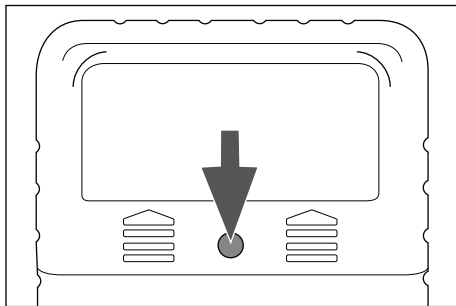

Fig. 1
- 1) Suelte el tornillo superior de la parte trasera del aparato con un destornillador (consulte la fig. 1). Desplace la tapa del compartimento para pilas hacia arriba para retirarla.